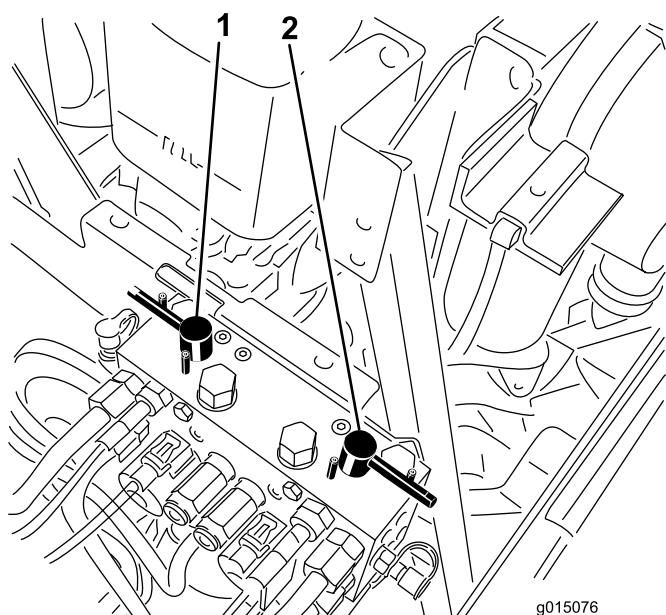

Figura 122
4. Seleccione la palanca de autoafilado correspondiente a los molinetes que desea autoafilar: delanteros, traseros o ambos (Figura 122).